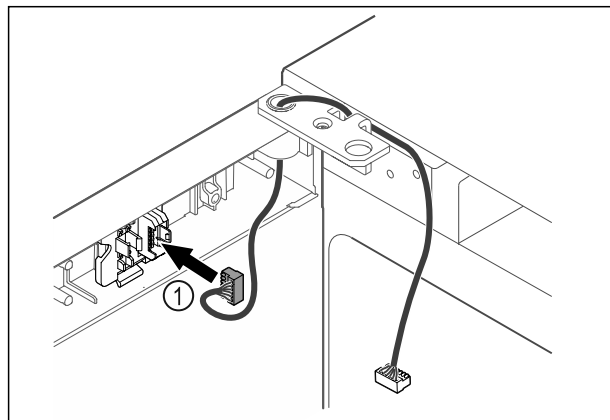

Fig. 37
- ▶ Dugja be a dugót Fig. 37 (1) a dugófoglatba. -vagy-